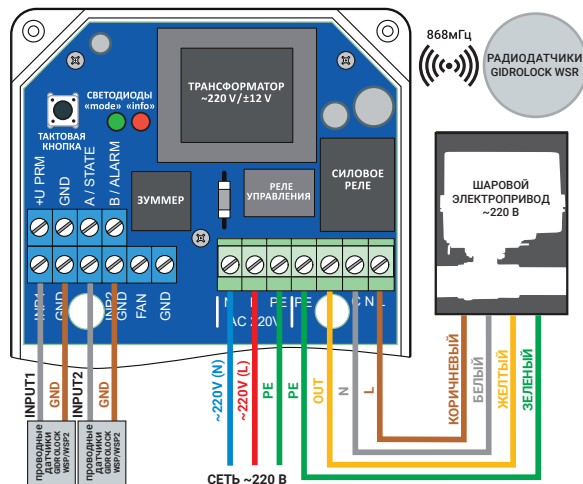

Рис. 3. Схема подключения шарового электропривода GIDROLOCK на напряжение питания 220 В и проводных датчиков протечки воды GIDROLOCK WSP или WSP2.
5.2 Проводные датчики протечки воды WSP подключаются к клеммам: **INP1** и **GND** — первая зона контроля, **INP2** и **GND** — вторая зона контроля (рис. 3 и 4).
5.3 Шаровой электропривод GIDROLOCK с напряжением питания 220В подключается к блоку управления согласно схеме, приведенной на рис. 3. Для подключения большого количества электроприводов возможно использовать дополнительные клеммные блоки и монтажные коробки.